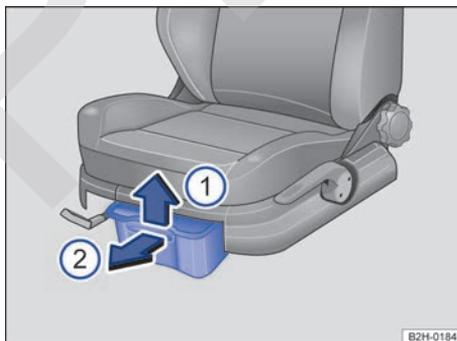

Fig. 90 Portaobjetos debajo de los asientos delanteros (variante 2): cajón de apertura sin tecla.
- Para *abrir* el cajón, levántelo en el sentido de la flecha ⇒ fig. 90 ① y tire de él en el sentido de la flecha ②.
- Para *cerrar* el cajón, desplácelo debajo del asiento en el sentido contrario al de la flecha ②, hasta el tope.